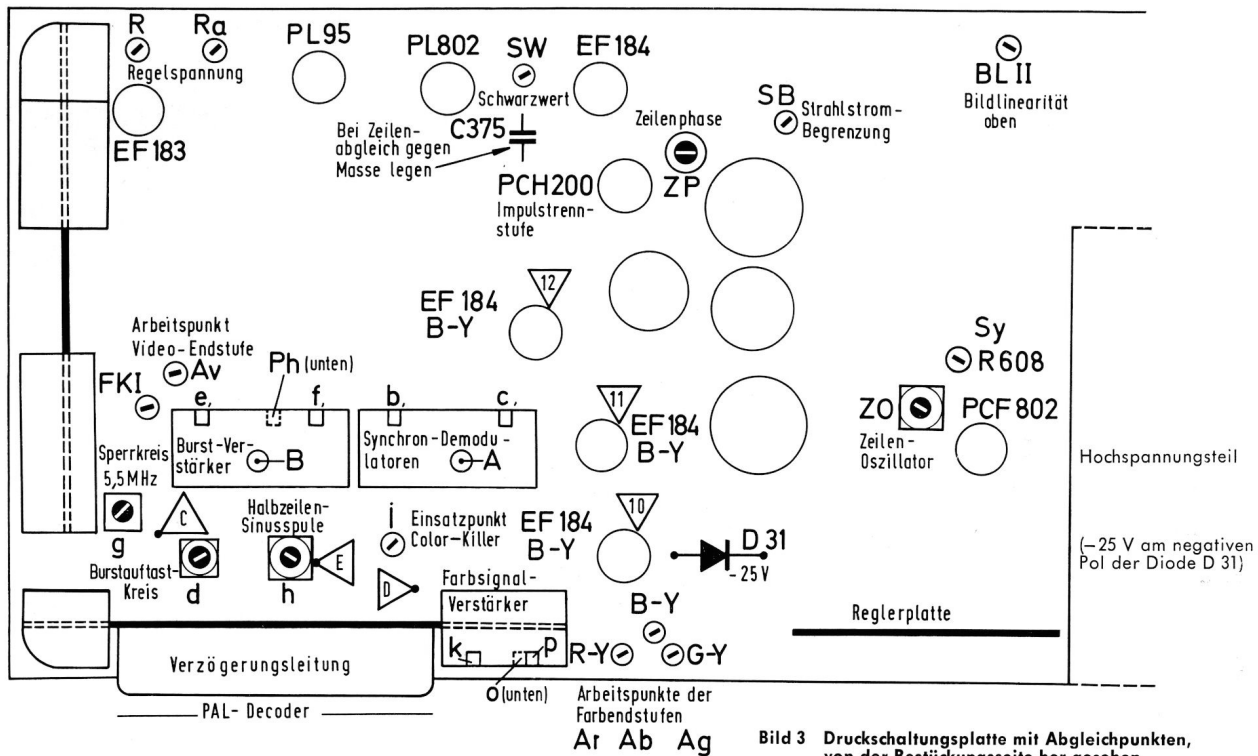
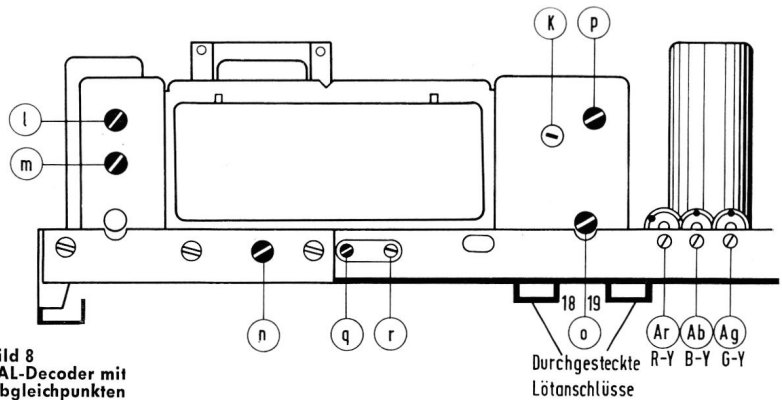

Bild 3 Druckschaltungsplatte mit Abgleichpunkten, von der Bestückungsseite her gesehen
Bild 8 PAL-Decoder mit Abgleichpunkten
1. Schleifer des Symmetrierreglers Sy (R 608, Bild 3) gegen Masse kurzschließen.
2. Zeilen-Oszillatorspule (ZO) so abgleichen, bis das Bild nahezu aufrecht steht. Kurzschluß beseitigen.
Der genaue Abgleich der Zeilenphase ist für den einwandfreien Farbbempfang genau so wichtig wie das Abgleichen der Zeilen-Automatik. Bei Abweichungen der Zeilenphase können Störungen im Farbbempfang auftreten. Zum Abgleichen der Zeilenphase ist der Oszillograph über einen Tastteiler (1:10 oder 1:20) an die Rot-Kathode (Punkt 2) der Bildröhre anzuschließen. Das Video-Signal ist aufzunehmen und der Beginn der vorderen Schwarzscher auf der Rasterteilung des Oszillographen festzuhalten. Schließlich ist der Oszillograph an eines der drei Schirmgitter (G 2) der Bildröhre (Punkt 4, 5 oder 13) anzuschließen. Nun ist die Zeilenphase durch Nachgleichen des Kreises ZP (Bild 3) so einzustellen,
Nach dem genauen Abgleich der Zeilen-Automatik und der Zeilenphase (die letztere braucht im allgemeinen kaum nachgeglichen zu werden, so daß man die Zeilenautomatik und die Burstauffastung in der Wohnung des Kunden und ferner ohne Oszillographen nachgleichen kann) läßt sich der Burstauffastkreis (Kreis d, Bild 3) genau auf die örtlichen Empfangsverhältnisse abgleichen. Hierzu ist lediglich das Farbbild des Ortssenders erforderlich. Die Einstellung geschieht folgendermaßen:
Bei sehr scharfer Tuner-Feinabstimmung kann sich ggf. ein Moiré von etwa 1,07 MHz bilden, welches aus der Differenz des Tonträgers zum Farbträger entsteht. Eine Verminderung dieser Moiré-Störung, die auf dem Bildschirm ein farbiges Muster erzeugt, ist oftmals durch nur geringfügiges Nachgleichen des 5,5-MHz-Sperrkreises (Kreis g, Bild 3) möglich; ja, es empfiehlt sich sogar bei Farbfernsehgeräten diesen Kreis stets bei einem Farb-Testbild — mit einigem Geschick ist dies sogar bei laufender Sendung möglich — auf Minimum der Moiré-Störung einzustellen. Die restliche Moiré-Bildung läßt sich dadurch umgehen, indem man die Tuner-Feinabstimmung geringfügig korrigiert. Manchmal entsteht diese Störung von 1,07 MHz auch durch fehlerhafte Antennenverstärker. Sie läßt sich dann nicht im Empfänger korrigieren.
Bei Störungen der Bild- oder Zeilensynchronisation empfiehlt es sich stets, die Synchronimpulse des Senders mit Hilfe eines Oszillographen zu prüfen. Beispielsweise ist die Synchronisationsfestigkeit direkt von der Größe der Synchronisationsimpulse abhängig, deren Höhe 25 % zum Gesamtsignal betragen soll. Bei Außendienstarbeiten steht oftmals kein Oszillograph zur Verfügung; deshalb sei an dieser Stelle ein Tip gegeben. Störungen der Bildsynchronisation können auftreten, wenn beispielsweise der Video-Transistor (Tr 22) des Farbfernseh-Gerätes falsche Betriebsspannungen erhält. Dies ist möglich, wenn beispielsweise die Z-Diode 9794 (Diode 31, Bild 3) schadhaf ist. Ihre Z-Spannung soll etwa -25 V betragen. Bei Abweichungen nach -23 V oder -27 V wird der Arbeitspunkt des Transistors so verändert, daß die Bildsynchronimpulse beschnitten werden, während die Zeilensynchronisation kaum darunter leidet. Es tritt somit eine mangelhafte Bildsynchronisation auf oder das Bild zittert in der Höhe. Die einwandfreie Arbeitsweise der Diode läßt sich durch Netzspannungsänderungen von  $\pm 10\%$  prüfen (über Regel-Trenntransformator); die Z-Spannung muß bei dieser Prüfung konstant bleiben, andernfalls ist die Z-Diode zu erneuern.
Vor dem Beginn der Abgleicharbeiten ist zunächst der Color-Killer des Empfängers außer Betrieb zu setzen, indem der Punkt D (**Bild 3**) gegen Masse gelegt wird. Der Oszillograph ist über einen Kondensator von etwa  $1 \mu\text{F}$  an den Meßpunkt B (alle Angaben beziehen sich zunächst auf **Bild 3**) anzuschließen.
Im weiteren Verlauf der Abgleicharbeiten ist der Oszillograph — wiederum über einen Kondensator von  $1 \mu\text{F}$  — an den Meßpunkt A (**Bild 3**) anzuschließen.
Nach dem Abgleichen der Synchron-Demodulatoren läßt sich der PAL-Decoder-Ausgang einstellen. Hierzu ist der Oszillograph zunächst an dem Meßpunkt 19 (**Bild 8**) anzuschließen und der Kreis p (**Bild 8**) auf Maximum abzugleichen. Ist die Kurve zu flach, so ist das Potentiometer k zum rechten Anschlag zu stellen. Nachfolgend ist der Oszillograph an den Meßpunkt 18 (**Bild 8**) zu legen und der Kreis e (**Bild 3**) auf maximale Amplitude abzugleichen.
Zum Einstellen der Phasenkorrekturspule Ph (**Bild 3**) ist der Oszillograph an die Anode der Endröhre B — Y (Meßpunkt 12) zu legen und auf maximale Amplitude abzugleichen. Im allgemeinen aber bedarf es für die Phasenkorrekturspule keinerlei Nachgleichts.
Anode der Endröhre R — Y (Meßpunkt 10) zu legen und der Kreis p (Bild 8) auf maximale Amplitude einzustellen. Schließlich ist der Oszillograph an die Anode der Endröhre B — Y (Meßpunkt 12) zu legen und nun der Kreis o (Bild 3) auf Maximum einzustellen. Beim nachmaligen leichten Verstimmen des Burstkreises e muß das Maximum für Rot und Blau gleichzeitig erscheinen, andernfalls sind die Kreise b und c (Bild 3) — durch Anschließen des Oszillographen an den Meßpunkt A — fein einzustellen.
Der Abgleich der Phasenlage läßt sich wirtschaftlicher mit einem Zweikanal-Oszillographen z. B. GRUNDIG MO 10/13 mit ZE 10, durchführen, indem er an die Meßpunkte 10 und 12 gleichzeitig angeschlossen wird. Dabei läßt sich auch das Maximum leichter als auf dem Bildschirm beobachten. Als letzte Abgleichmaßnahme ist das Amplitudenverhältnis zwischen Blau und Rot einzustellen. Das Verhältnis soll 100:90 beim Farbbalken-Testbild und 100:64 beim Regenbogen-Signal betragen. Zum Einstellen ist der Oszillograph zunächst an den Meßpunkt 12 (Endröhre B — Y) anzuschließen und dort die Signalamplitude zu messen. Daran anschließend ist der Oszillograph an den Meßpunkt 10 (R — Y) zu legen und mit dem Regler k (Bild 3) die Amplitude des Oszillogramms auf 90% der Höhe des vorher gemessenen Oszillogramms einzustellen. Auch hier läßt sich die Arbeit mit einem Zwei-